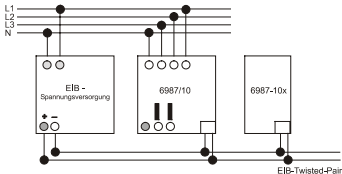
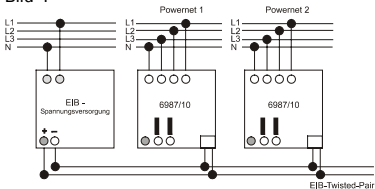

Bild 1
Bild 2
1. Bussspänningsförsörjning över en separat EIB-spänningsförsörjning: s. bild 1 (mediekopplare) eller bild 2 (områdeskopplare)